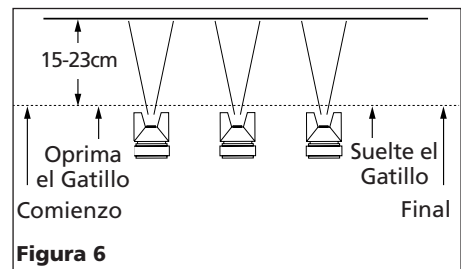

Figura 6
2. "Oprima el gatillo" adecuadamente. Comience a mover la pistola ANTES DE OPRIMIR EL GATILLO y deje de oprimirlo ANTES DE PARAR DE MOVERLA. Este procedimiento le permitirá que el acabado sea parejo sin dejar rastros de donde se unen las diferentes manos de pintura (Vea la Figura 6).